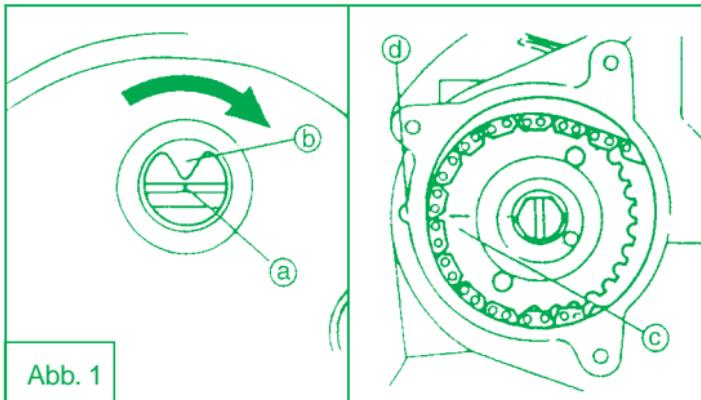

Abb. 1
NOTA: Es absolutamente indispensable que los puntos de referencia A-B-C-D (Fig. 1) coincidan contemporáneamente, y que haya juego entre los balancines y las válvulas.
- 6) Den Kolben am OT positionieren, indem man das Schwungrad im Uhrzeigersinn dreht bis der Punkt A (Schwungradrotor) mit dem Punkt B (Schwungraddeckel) übereinstimmt sowie gleichzeitig der Punkt C (Zahnrad) mit dem Punkt D (Zylinderkopf). Siehe Abb. 1.
HINWEIS: Es ist unbedingt erforderlich, dass die Bezugspunkte A-B-C-D (Abb. 1) gleichzeitig übereinstimmen und dass Spiel zwischen den Kipphebeln und den Ventilen besteht.